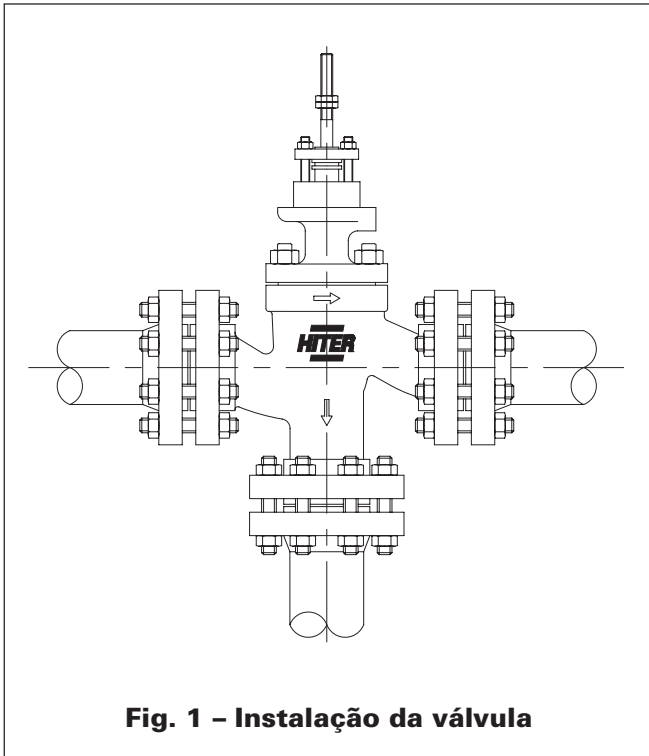

Fig. 1 - Instalação da válvula
6. A posição de instalação deve ser de maneira que o atuador fique sobre a válvula e na posição vertical (fig. 1). Caso seja impossível, deve-se buscar a posição mais próxima da vertical. A posição horizontal deve ser evitada e em alguns casos deverá haver um suporte para o atuador.